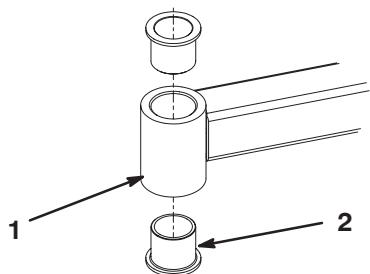

Figure 30
4. Insérez un chasse-goujille dans le haut ou le bas du tube de montage et chassez la bague hors du tube (Fig. 30). Chassez ensuite l'autre bague. Nettoyez l'intérieur des tubes de montage.